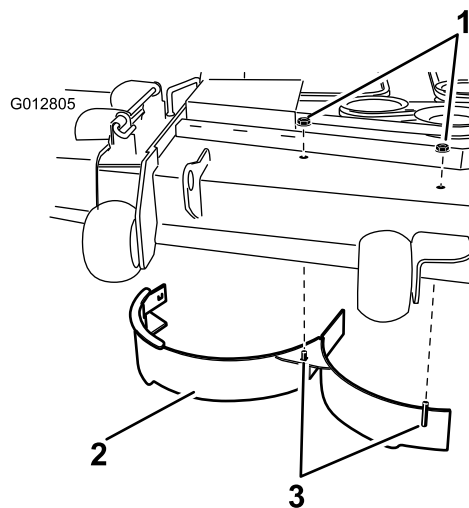

**Figure 33**
8. Sur la paroi arrière du plateau de coupe, retirez le boulon de carrosserie Bolt5\_16x3\_4; et le contre-écrou (5/16 inch) qui fixent le déflecteur au plateau (Figure 33).
9. Trouvez la protection du déflecteur sur le bord avant de l'ouverture d'éjection latérale. Retirez les fixations qui maintiennent la protection du déflecteur droit sur le plateau de coupe, comme indiqué à la Figure 33. Déposez le déflecteur et conservez toutes les fixations.